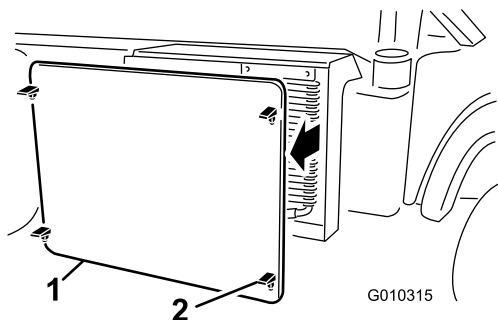

Figura 50
- Desengate e retire o filtro do radiador da frente do radiador (Figura 50).